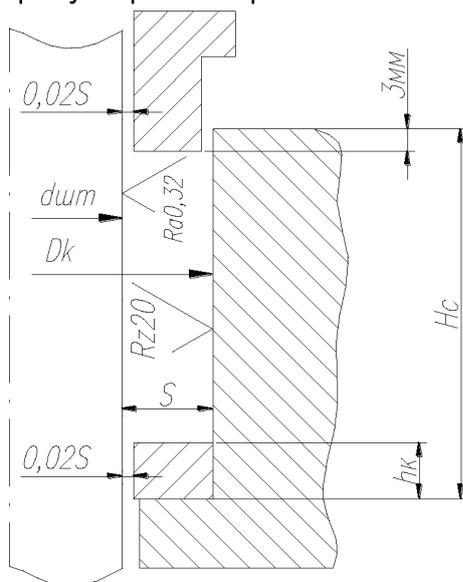

Рис. 2
3.5.6. Зазоры между штоком, грундбуксой и кольцом сальника, чистота поверхности штока в зоне контакта с набивкой должны соответствовать величинам, указанным на Рис. 2.